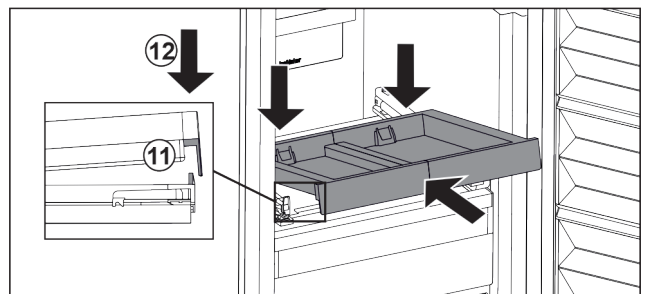

Fig. 127
- ▶ Empuje en diagonal. Asegúrese de que el tope esté detrás de la pestaña en ambos lados. *Fig. 127 (11)*
- ▶ Encaje la balda extraíble de parte delantera. *Fig. 127 (12)*